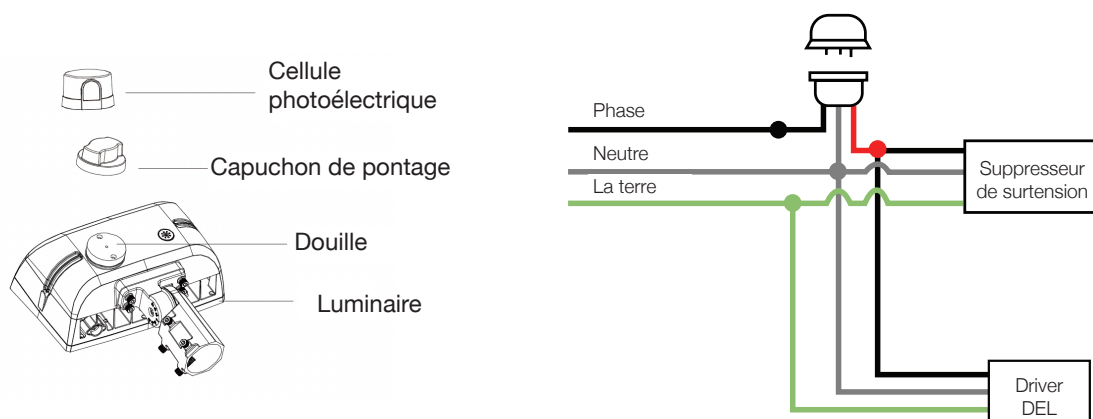

Fig 2.1
La cellule photoélectrique (JL-205LV ou JL-207E) est installée à l'arrière du luminaire. Retirer les vis de la plaque arrière circulaire pour accéder aux fils. Raccorder les fils selon le schéma de câblage (Fig. 2.1). Lorsque la fonction de cellule photoélectrique n'est pas requise, celle-ci peut être retirée, mais un capuchon de pontage (JL-208) doit être installé.
3. Raccorder les fils selon le schéma de câblage (Fig. 2.1). Remettre en place la plaque arrière circulaire à l'arrière du luminaire.